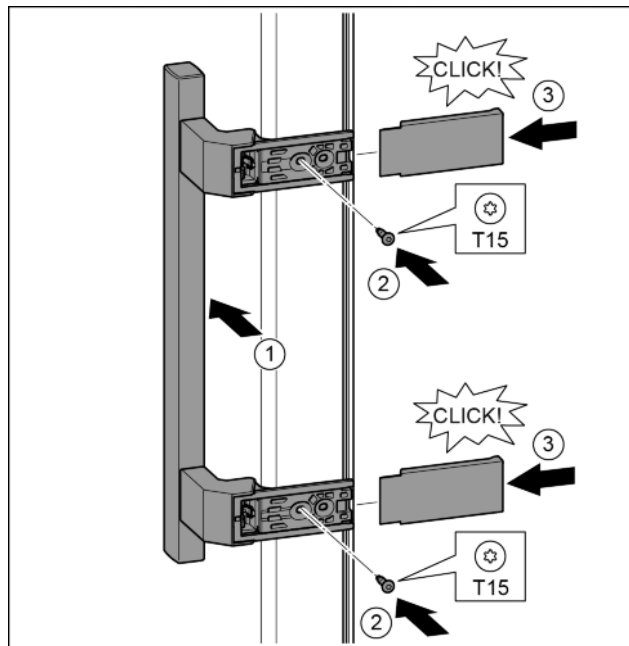

Fig. 22
- Aplicați mânerul pe partea opusă. Fig. 22 (1)
- Înșurubați ferm șuruburile cu șurubelnița T15. Fig. 22 (2)
- Aplicați și împingeți capacele laterale. Fig. 22 (3)